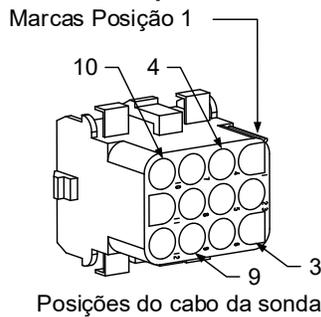

Figura 42
- Insira os cabos da sonda de temperatura no conector da cablagem de 12 pinos (consulte a Figura 42). Para unidades de recipiente completo ou a metade direita de uma unidade de recipiente duplo, o cabo vermelho é ligado na posição 3 e o branco na posição 4. Para a metade esquerda de uma unidade de recipiente duplo, o cabo vermelho é ligado na posição 9 e o branco na posição 10. **NOTA: Direita e esquerda** referem-se à fritadeira quando vistas de trás.